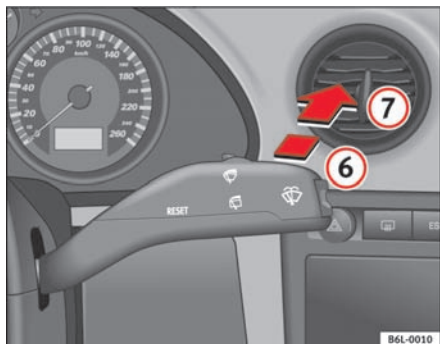

Fig. 67 Betjeningsarm til viskerne: bagrudevisker
- Skub betjeningsarmen fremad til position 6 ⇒ fig. 67. Viskeren kører ca. hver 6. sek.
- Skub betjeningsarmen helt fremad til position 7 ⇒ fig. 67. Bagrudeviskeren og sprinkleranlægget til bagruden arbejder samtidig. Så længe du holder armen i denne position, er visker-sprinkler-anlægget i gang.